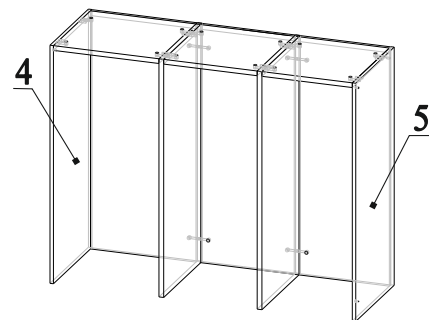

Рис.14
24. Соединить детали 4 и 5 с деталями 11, затянуть эксцентрики по часовой стрелки до упора (рис.14);